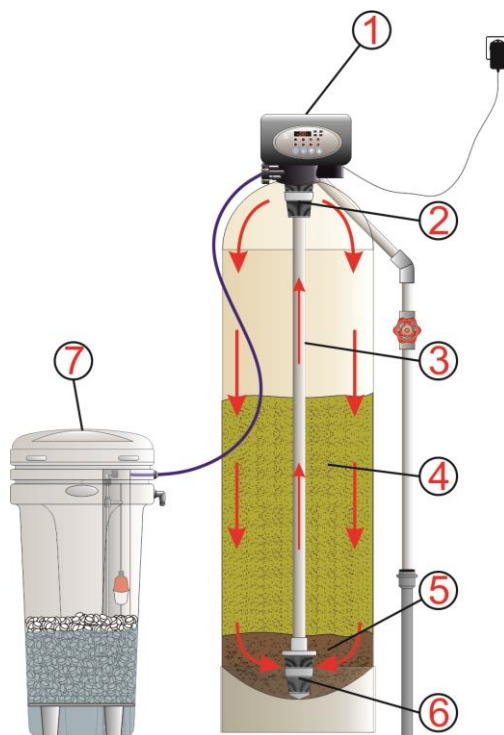

Рис. 1 Элементы фильтра умягчения
(Рис.1) Установка состоит из колонны, в которой содержится ионообменная смола (4) и гравийная подложка (5), объем загрузки составляет около 2/3 от всего объема баллона. Свободное пространство над загрузкой необходима для расширения фильтрующей загрузки при регенерации.